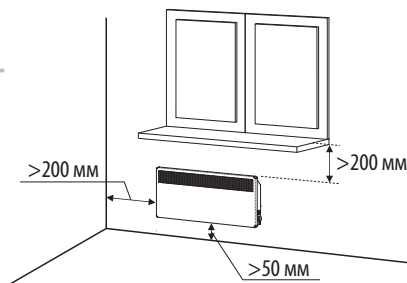

Рисунок. 1. Размещение конвектора
6.1. Для нормальной работы конвектора необходимо обеспечить: расстояние до пола – не менее 50 мм, до боковой стены, мебели – не менее 200 мм, свободное пространство над конвектором – не менее 200 мм (см. рис.1).